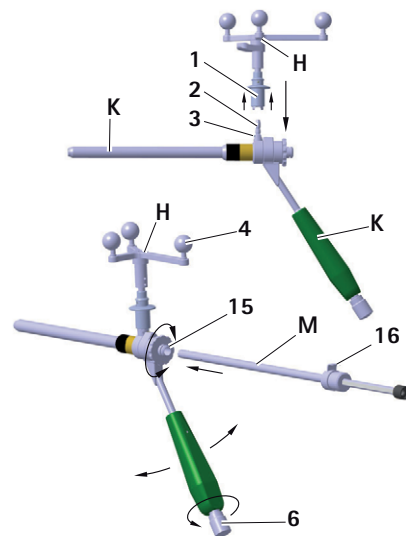

Fig. 13 Montage du module en étoile Aesculap sur la douille de guidage S⁴C; insertion du guide de perçage S⁴C
- Pour s'assurer que la caméra de navigation a une vue parfaitement dégagée sur les billes de marquage réfléchissantes, dévisser le bouton **6** sur le manche S⁴C de la douille de guidage S⁴C **K** et tourner l'unité en étoile Aesculap **H** dans la position souhaitée, voir Fig. 13.
- Pousser le canon de perçage interne **M** sur la douille interne **15**. Le canon de perçage interne s'enclenche sur la douille interne et peut encore tourner, voir Fig. 13.